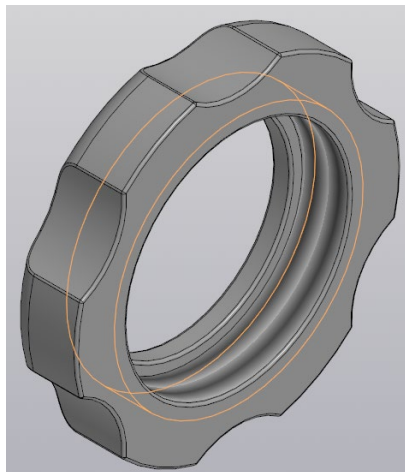

Рисунок 11 – Готовая модель детали крышки
1.9 Выполните скругление радиусом 0,5 мм на всех острых рёбрах крышки (рис. 11). Деталь крышки готова.